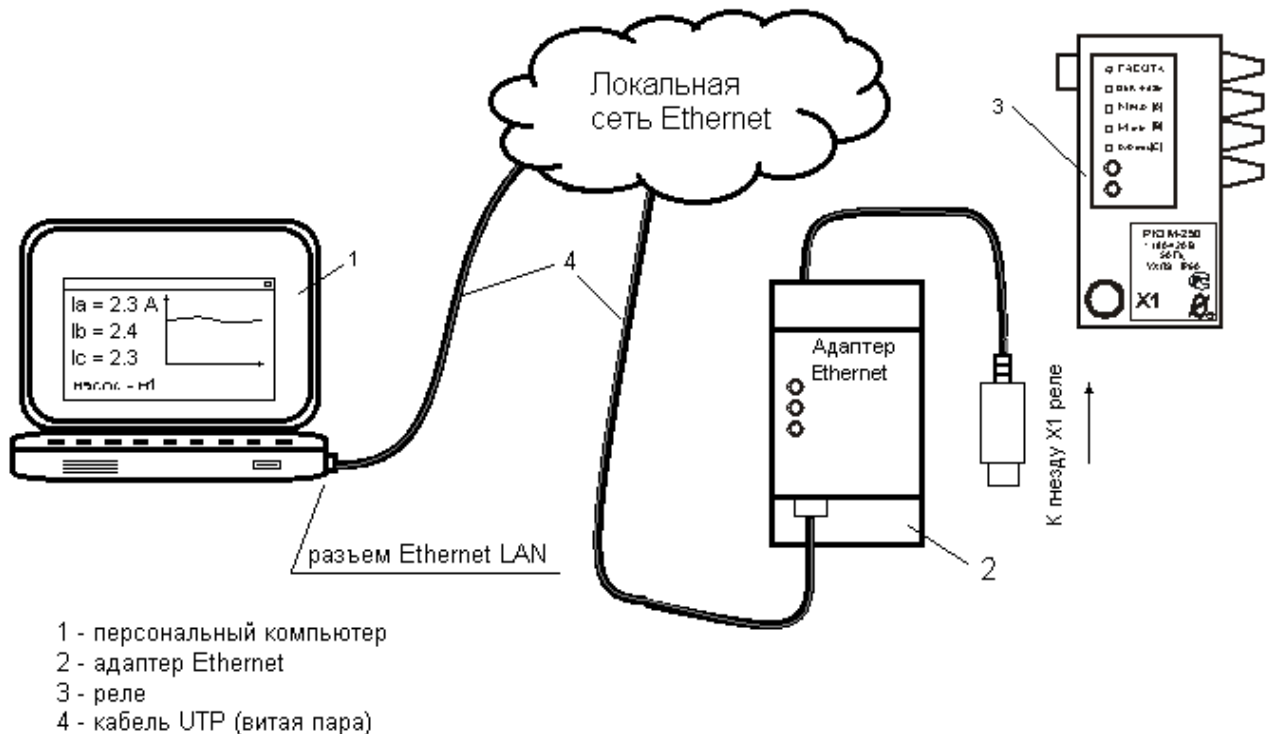

Рисунок 1 – Схема удаленного мониторинга электроустановки
5.1 Общий вид адаптера и расположение его органов индикации и управления показаны на рисунке 5. Схема подключения адаптера показана на рис.1.
- 7.2 Подключение адаптера производится в соответствии со схемой рис.1.